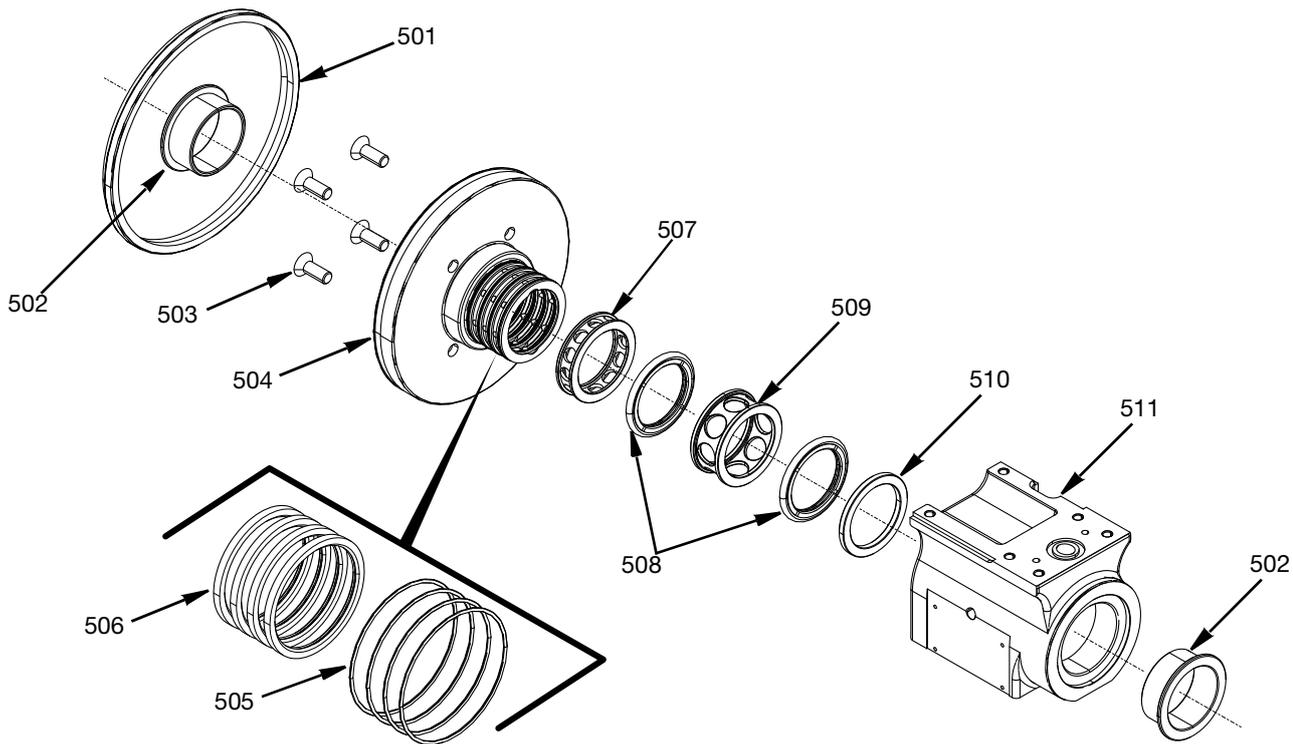
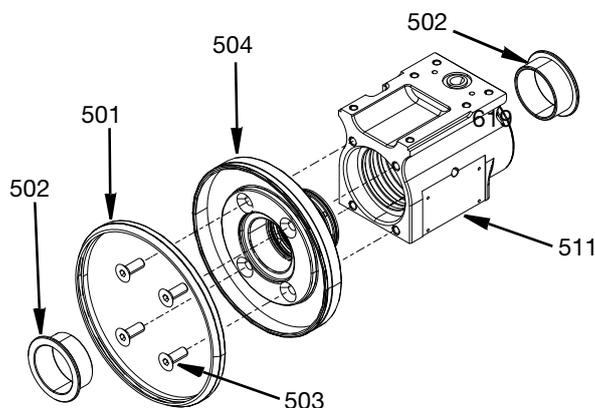

FIG. 20
FIG. 25
1. El anillo de sellado antipolvo (501) se puede quitar del cojinete del anillo de distribución de aire (504).
2. Retire los cojinetes embridado (502) y deséchelos.
3. Quite los tornillos M6 de cabeza plana (503) con una llave hexagonal y retire el cojinete del anillo de distribución de aire (504).
4. Retire las cuatro juntas tóricas (505) y las cuatro juntas de sellado de aire (506) del cojinete del anillo de distribución de aire (504) y deséchelos.
5. Dé golpecitos a los componentes internos (507-510) para sacarlos del conjunto del alojamiento de la pieza giratoria (511). Se recomienda utilizar la herramienta de instalación/extracción de juntas de sellado 17V972 y un mazo de cara blanda para sacar a golpecitos los componentes internos del alojamiento de la pieza giratoria.
6. Deseche las juntas de sellado giratorias (508). Vea la FIG. 20 en la página 20.
**NOTA:** Para conocer la secuencia general de montaje del alojamiento de la pieza giratoria, vea la FIG. 20.
1. Inserte el anillo de apoyo (510) en el extremo de la cavidad más grande del conjunto del alojamiento de la pieza giratoria (511) hasta que dicho anillo quede a escuadra contra el hombro interno.
2. Aplique una fina capa de grasa de litio en el exterior de la junta tórica de la junta de sellado giratoria (508). Para evitar daños en la junta tórica de la junta de sellado giratoria, insértela en ángulo en la cavidad del alojamiento de la pieza giratoria (511).
Asegúrese de que la junta tórica no se rasgue contra la abertura de entrada y empuje la junta de sellado giratoria contra el anillo de apoyo (510). Consulte la vista lateral en la FIG. 25.
3. Inserte el anillo distribuidor de material (509) en la cavidad del alojamiento de la pieza giratoria (511). Se recomienda utilizar la **Herramienta de inserción/extracción de juntas de sellado de material, 17V972** de la página 38 y un mazo de cara blanda. Empuje el anillo de distribución de material (509) y la junta de sellado giratoria (508) hasta el fondo de la cavidad.
4. Aplique una fina capa de grasa de litio en el exterior de la siguiente junta tórica de la junta de sellado giratoria (508). Para evitar daños en la junta tórica de la junta de sellado giratoria, insértela en ángulo en la cavidad del alojamiento de la pieza giratoria (511). Asegúrese de que la junta tórica no se rasgue contra el puerto de drenaje y empuje la junta giratoria contra el anillo de apoyo de material (509). Consulte la vista superior en la FIG. 25.
7. Aplique una fina capa de grasa de litio en las juntas tóricas (505) e insértelas en la cavidad del alojamiento de la pieza giratoria (511). Aplique lubricante antiagarrotamiento a los tornillos M6 de cabeza hueca plana (503) y enrósquelos con los dedos. Consulte la FIG. 25.
8. Empuje un cojinete embridado (502) en el alojamiento de la pieza giratoria (511) y un cojinete embridado (502) en el cojinete del anillo de distribución de aire (504). Consulte la FIG. 25.
9. Ponga el anillo de sellado antipolvo (501) por la superficie exterior del cojinete del anillo de distribución de aire (504). Consulte la FIG. 25.